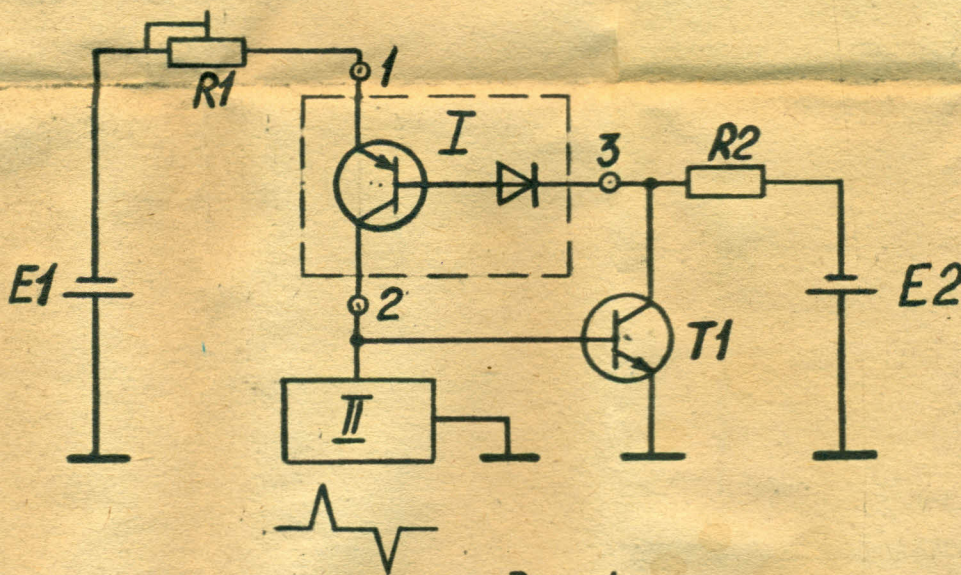

Рис. 4
- а)** увеличить нагрузку силового транзистора R2 с расчетом прохождения через T-I (рис.4) тока отключения.